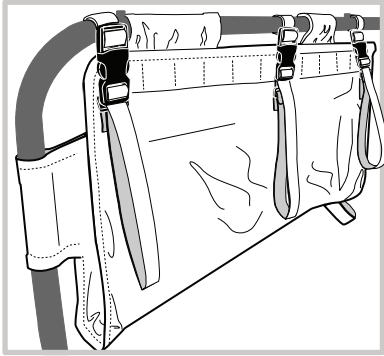

Figura 21
10. Instalación final (Figura 21).